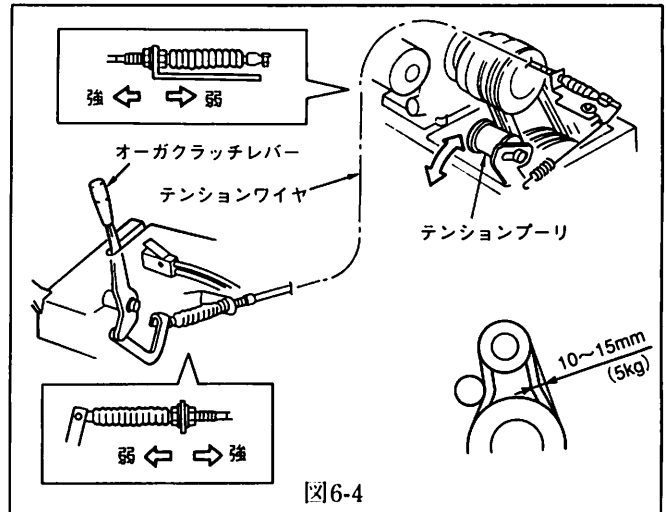

図6-4
- ① オーガクラッチレバーを「入」にします。
- ② Vベルトの中央に約5kgの荷重をかけた場合、タワミ量が10～15mm程度になっているかチェックしてください。タワミ量が大きいとVベルトの張りが弱くなり、スリップして駆動力が低下します。(図6-4参照)
- ③ 調整する場合には、テンションワイヤのナットを緩め、図のように移動させると、テンションプーリの位置が変わることによって、ベルトの張りの強弱を調整することができます。(図6-4参照)